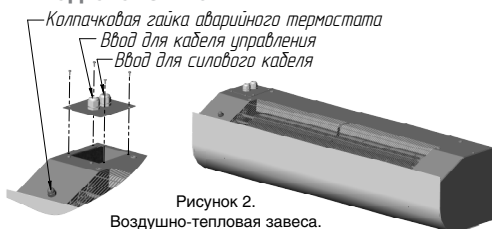

Рисунок 2.
7.3.2 Для подключения к сети необходимо снять крышку с монтажного люка (рисунок 2), завести кабели и подключить к клеммной колодке согласно электрической схеме завесы.